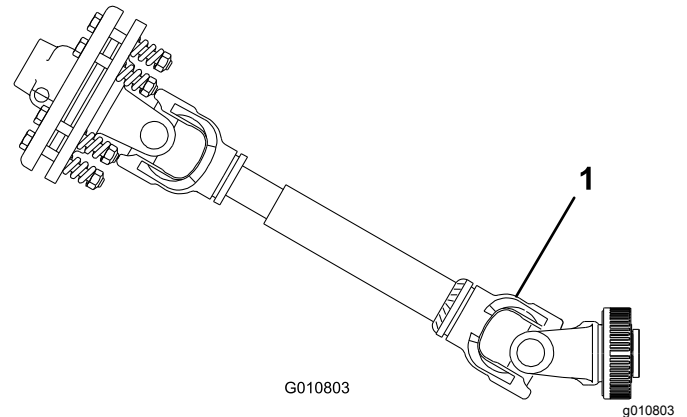

Figura 10
**Importante:** Al conectar la TDF, asegúrese de no elevar el aireador más de lo necesario. Si se eleva el aireador demasiado, se romperán los nudos del árbol de la TDF (Figura 10). No deje la TDF en